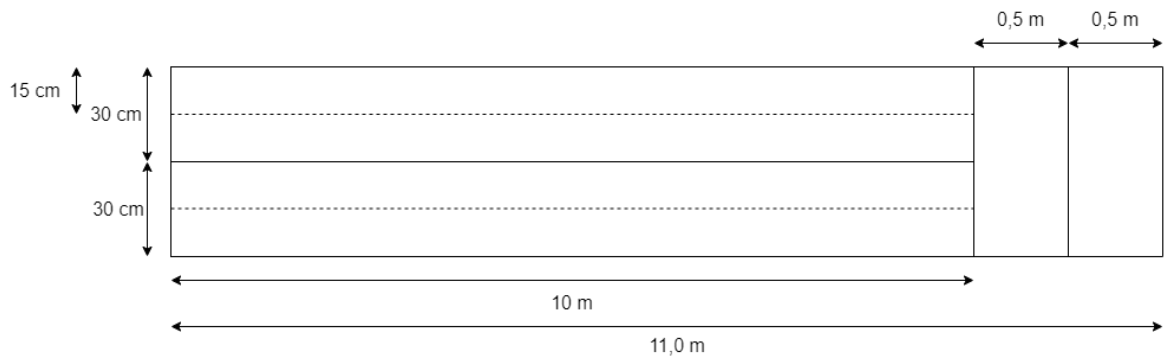

Figura 1: Dimensões aproximadas da pista de competição
1. A pista onde se desenrolará a competição (ver Figura 1) será construída num local com solo rígido e, tanto quanto possível, plano e isento de irregularidades.